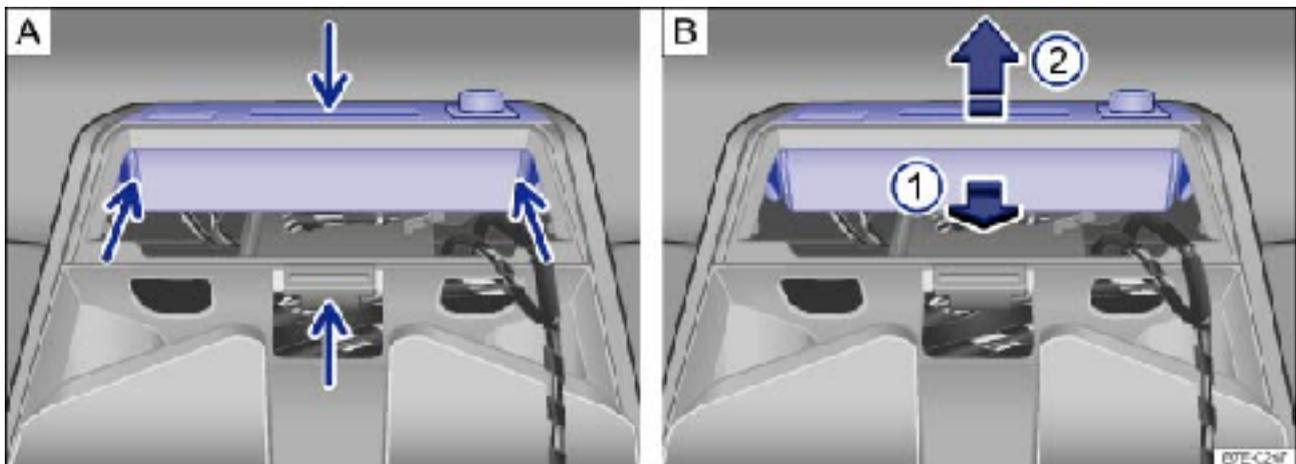

Fig. 6 Retrait de l'unité de commande centrale
- Enfoncez avec précaution les quatre clips de fixation situés entre la console de pavillon et l'unité de commande centrale ⇒ Fig. 6 **A** à l'aide de la lame plate du tournevis.
- Tirez légèrement l'unité de commande centrale dans le sens de la flèche ① **B** puis retirez-la de son support par le haut dans le sens de la flèche ② **B**.